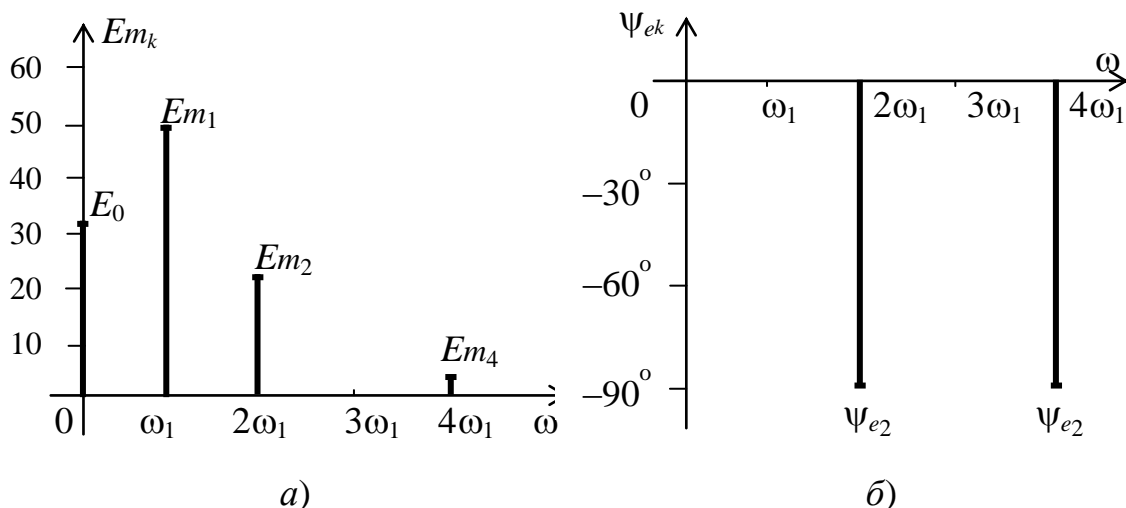

Рис. 4.3. Спектры амплитуд (а) и фаз (б) входного сигнала к примеру
2. Построим графики спектров амплитуд и начальных фаз напряжения источника, которые изображены на рис. 4.3 а, б. При построении графиков используем масштаб, при котором одно деление по оси ординат соответствует 10 В, а по оси абсцисс – 100 Гц.